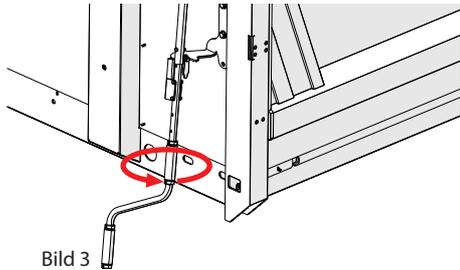

Bild 3
2a (Bild 3)
3. Aufplanen durch Drehen der Handkurbel (Bild 3) bis zur Endlagenarretierung der Schiebeplane.